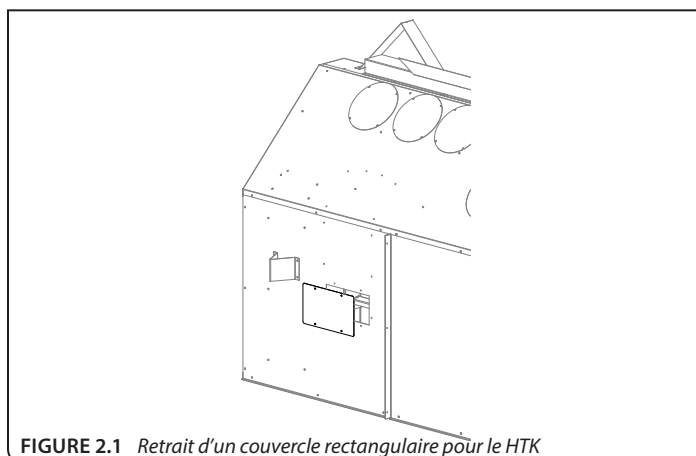

FIGURE 2.1 Retrait d'un couvercle rectangulaire pour le HTK
1. Le boîtier externe de votre foyer est muni de couvercles pour utiliser avec les kits de transfert de chaleur. Consultez le manuel du foyer pour l'emplacement des couvercles du kit de transfert de chaleur. Voir **FIGURE 2.1**.